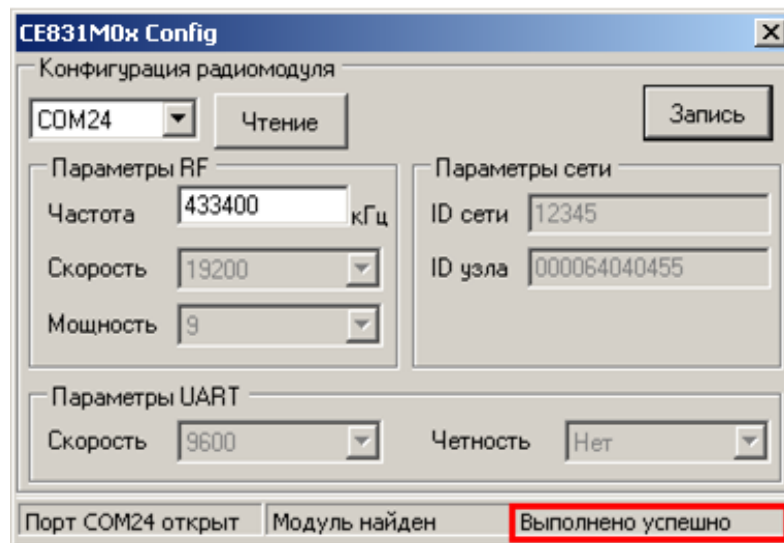

Рисунок 39 – Сообщение о результате выполнения операции
5.2.3.4.16 Запись нового значения частоты выполняется по нажатию кнопки «Запись». В случае успешной записи в строке статуса отобразится сообщение «Выполнено успешно», а текущие настройки радиомодуля отобразятся в соответствующих полях окна программы (см. рисунок 39). В случае если в строке статуса отобразилось сообщение «Ошибка», необходимо повторить запись.